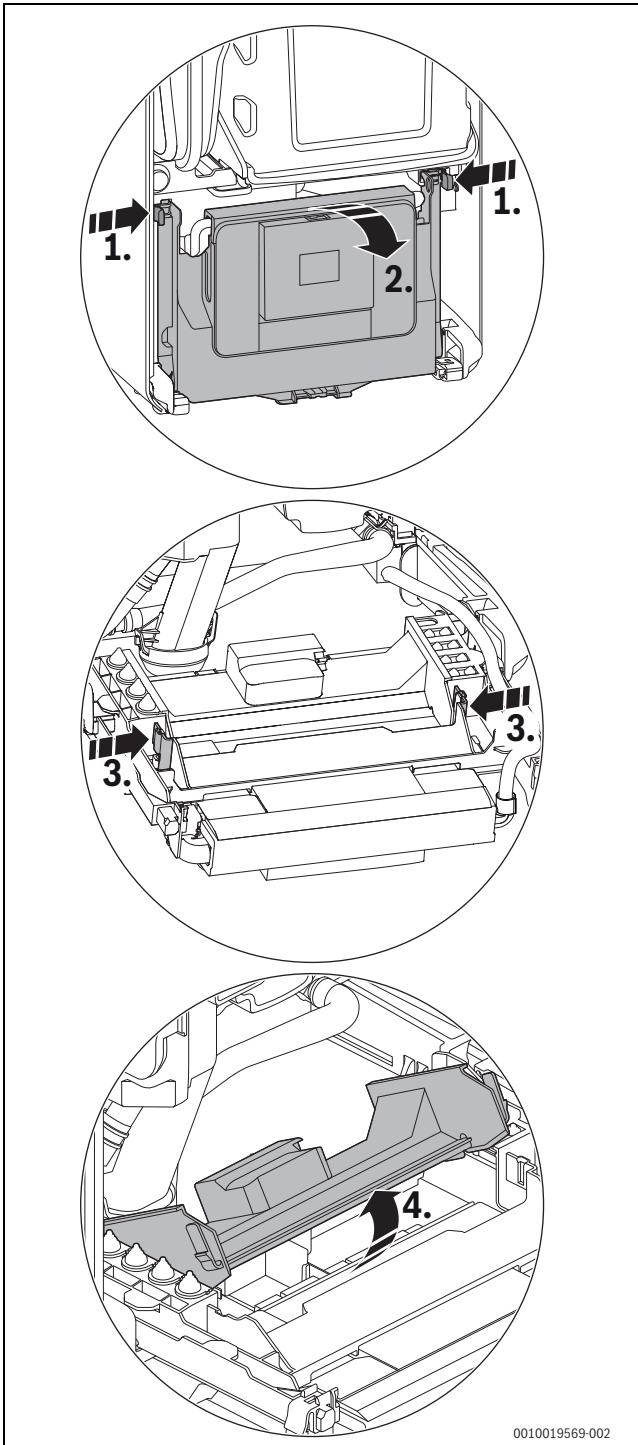

Bild 126 Abdeckung öffnen
- ▶ Steuergerät herunterklappen (→ Bild 126, Seite 57).